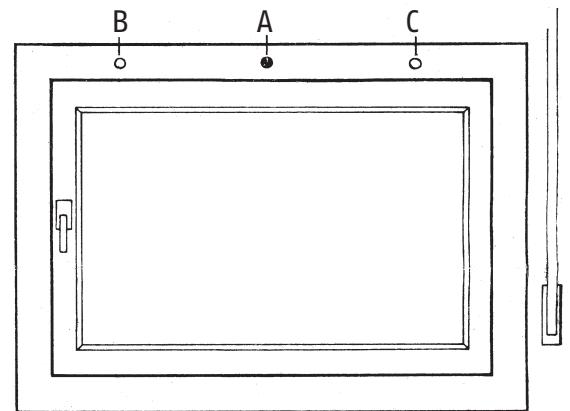

Abb. 1
1. Bohrung A (Abb. 1) anzeichnen und mit 13 mm Bohrer durchbohren (bei Fensterbreiten bis 2,50 m empfehlen wir eine Rollladensicherung, Bohrung A, ab 2,50 m zwei Rollladensicherungen, Bohrung B und C).